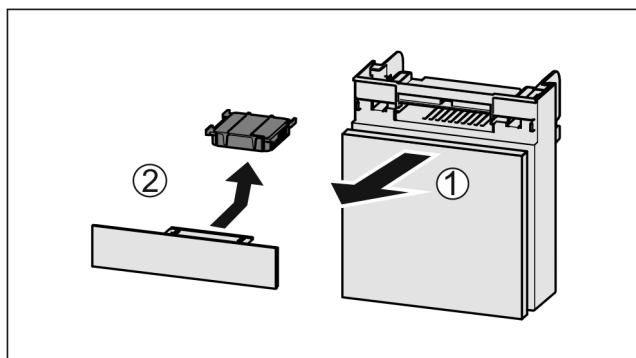

Fig. 99
- ▶ Wyciągnąć Fig. 99 (1) komorę do przodu.
- ▶ Wyjąć Fig. 99 (2) filtr z węglem aktywowanym.